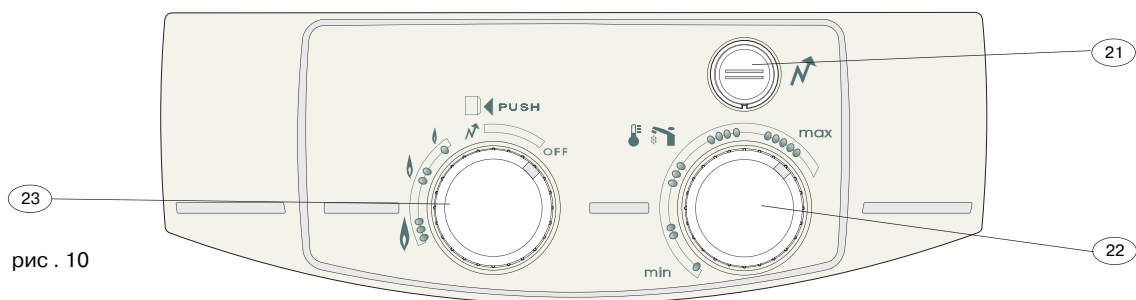

рис. 10
- Выньте рукоятки регулировки **(23)** подачи газа и регулятора температуры **(22)** (рис. 10), потянув их на себя
Переведите кнопку-регулятор подачи газа (23) в положение "N" (рис. 10).
горелка. В этом случае удерживая кнопку-регулятор подачи газа (23) нажмите несколько раз на кнопку (21) до тех пор пока не включится запальная газовая горелка. После того как включится запальная газовая горелка продолжайте удерживать кнопку-регулятор подачи газа (23) в положении "N" еще несколько секунд чтобы запустить систему безопасности а затем переведите регулятор "23" в положение между отметками "0" и "1" (рис. 10).